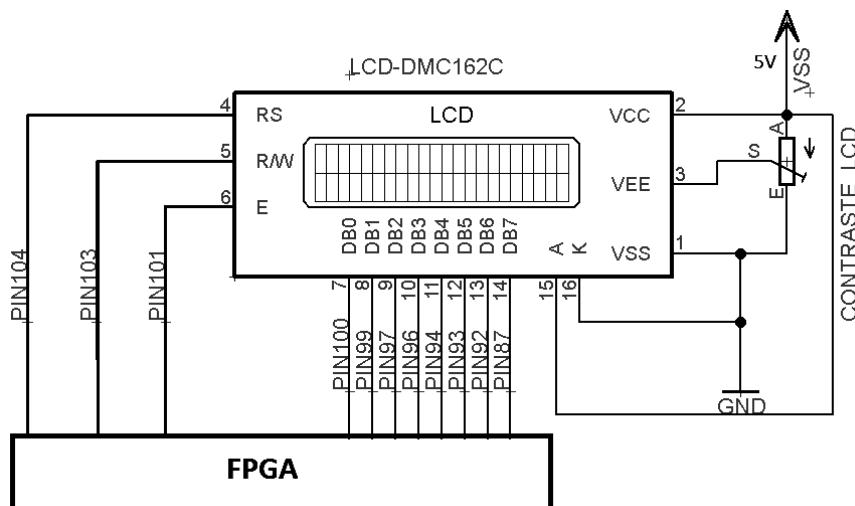

Figura 20
- ➔ A figura 20 apresenta o esquema elétrico de ligação do LCD no fpga e os números dos pinos ligados.